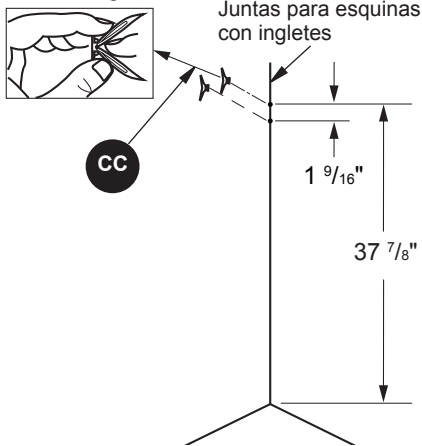

Figura 40
13. Haga dos agujeros (5/16") en la esquina donde la chimenea se va a mostrar. Perforar el primer agujero de 37 7/8" desde el principio. Taladre el segundo orificio de 1 9/16" en el primer hoyo, como se muestra en la Figura 40. Puesto 2) anclas de pared (CC) en los agujeros apretando las pestañas de anclaje vez como se muestra en la Figura 40.